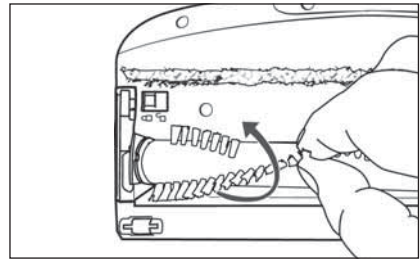

Fig. 25
- 3) Tire del rodillo de cepillos **20** por las cerdas para extraerlo del cepillo para suelos **21**. Para extraerlo con más facilidad, gire ligeramente el rodillo de cepillos **20** al mismo tiempo (consulte la fig. 25).